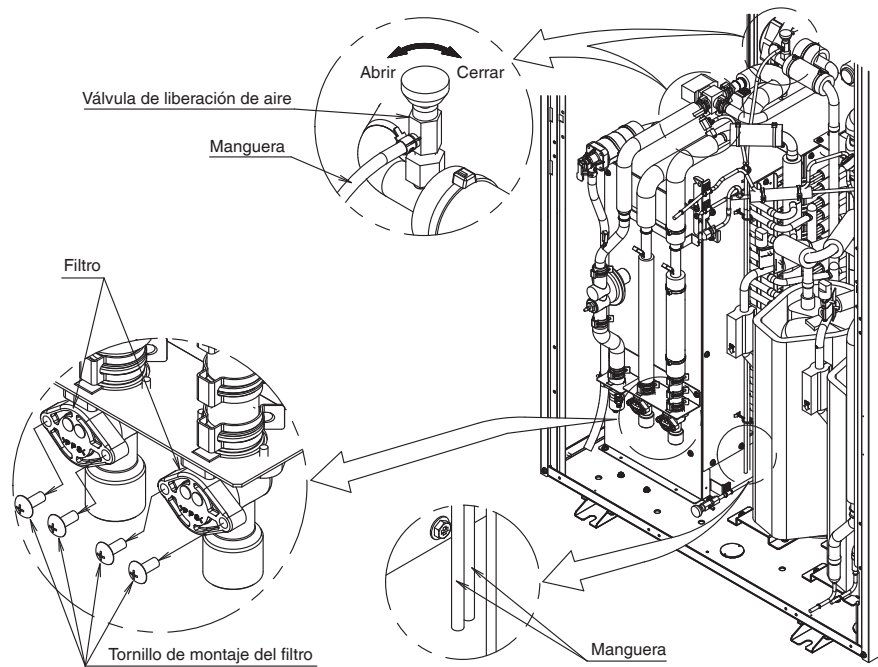

Fig. 36
- (1) Abra el panel frontal (inferior).
- (2) Abra las válvulas de compuerta de la tubería de agua de circulación y la tubería de agua caliente entre la unidad en cascada y el tanque de almacenamiento de agua caliente para permitir que el agua fluya a través de la máquina.
- (3) **Abra las dos válvulas de liberación de aire (consulte la Fig. 36) para que salga el aire de la tubería de agua en la unidad en cascada.**